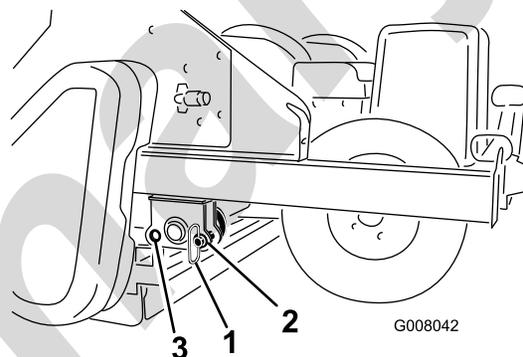

Рисунок 15
- Удалите стояночные штифты из передних отверстий и поместите их на время эксплуатации в задние отверстия (Рисунок 15).